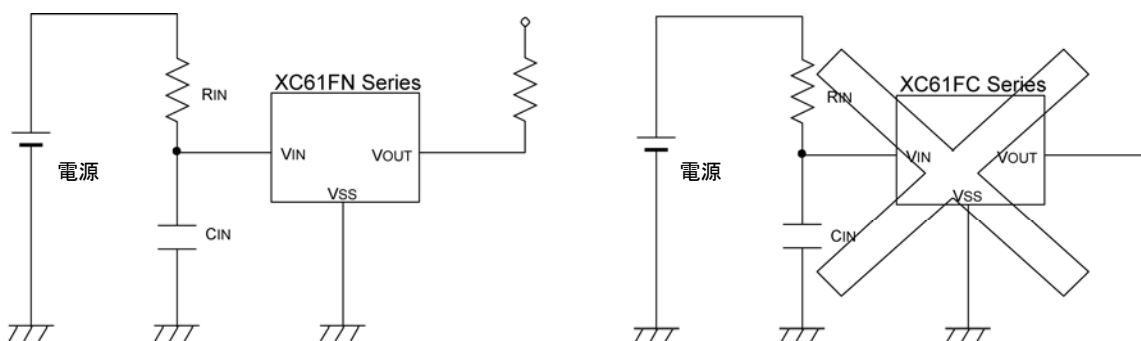

図 1. 入力抵抗を入れた時の回路例
4. 止むを得ず入力抵抗  $R_{IN}$  を入れて使用する場合、上記発振を抑えるため入力インピーダンスは出来る限り小さくしてご使用下さい。また、 $R_{IN}=10k\Omega$  以下、 $C_{IN}=0.1\mu F$  以上をご使用の上、実機での評価を十分に行ってください。但し、Nch オープンドレイン出力品に限ります。（図 1 参照）